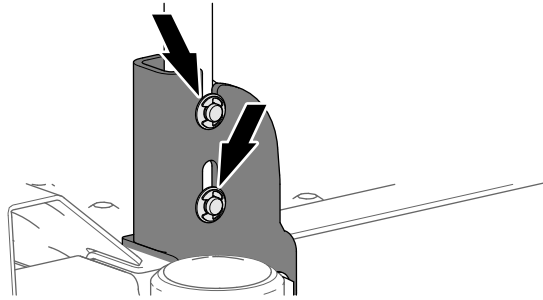

Figura 10
3. Assicuratevi che la maniglia per trazione assistita sia completamente inserita nelle fessure della staffa, come illustrato nella Figura 10.